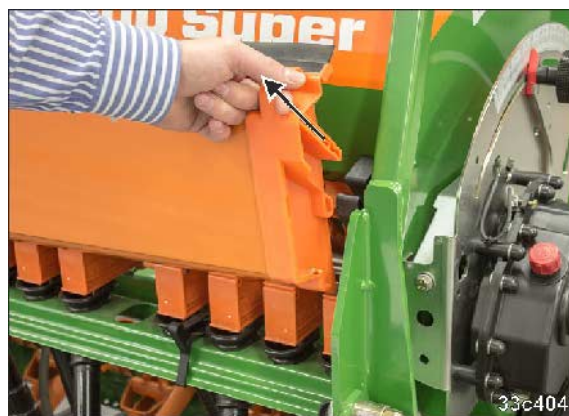

Рис. 234
1. Вытяните лотки для пробного высева (Рис. 234) вверх из держателя.